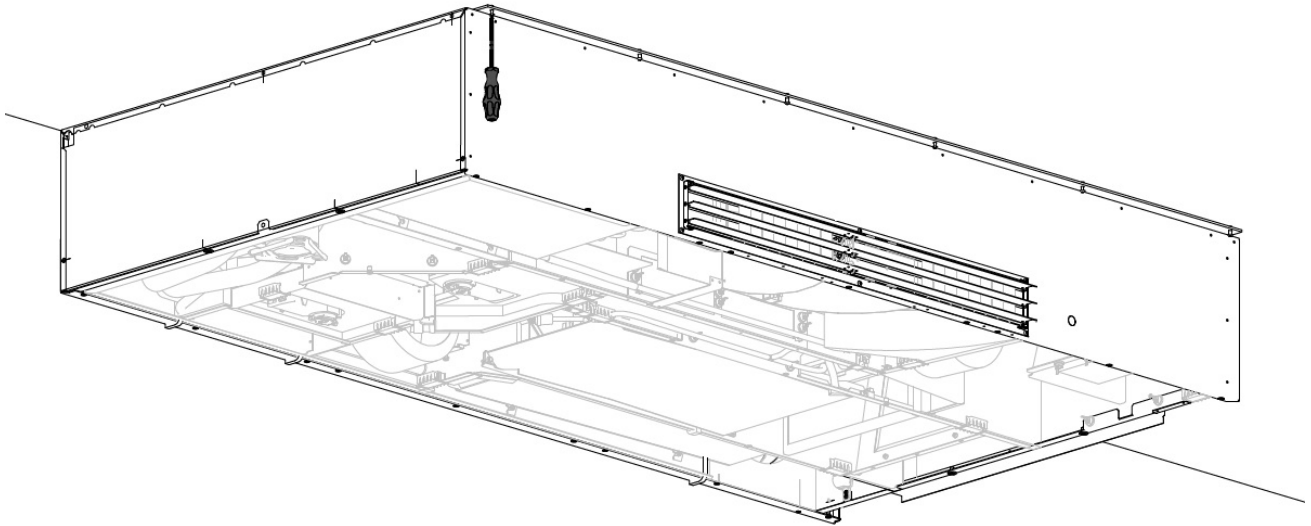

Abbildung 16: Befestigen der vorderen Halterung an der Decke
6. Montieren Sie die vordere Halterung an der Decke, siehe Abbildung 16. Verwenden Sie *alle* Befestigungspunkte.